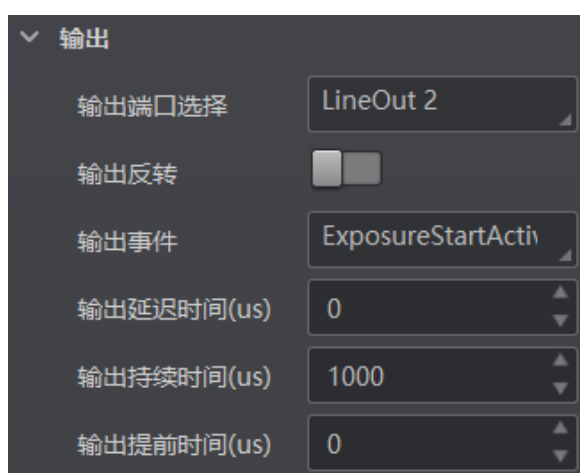

图3-64 曝光开始
- 当输出事件源选择“Exposure Start Active”时，除输出信号的延迟时间和持续时间参数外，还可以设置输出提前时间。输出提前时间为输出信号比输出事件提前输出的时间，如图 3-64 所示。